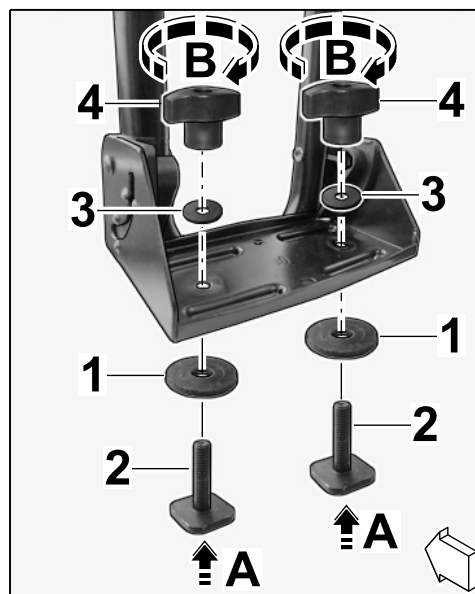

Fig. 18
2.2.2 Faire passer le goujon en T M6 x 26 avec la rondelle en plastique 6,5 x 22 x 2 mm par le bas, à travers l'alésage, dans la plaque-support du support de roue avant (⇒ Fig. 18-A-).
2.2.4 Visser l'écrou à garrot M6 d'env. 3 tours sur le goujon en T M6 x 26 (⇒ Fig. 18-B-).